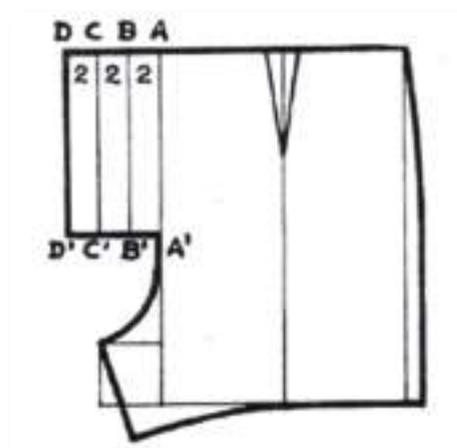

Figura 3
2. Com lábios inteiriços, este tipo é muito mais fácil e rápido de fazer. Só pode ser usado em tecidos finos, daí a sua indicação pra calças de pijama e calções em tecidos leves. Como o nome dá a entender, os lábios da berguilha são obtidos por meio de pregas feitas no próprio molde. Para isso acrescente na frente da calça (Figura 3) três profundidades de prega, **A B**, **B C** e **C D**, cada uma com 2 cm de largura e uma altura descer até ao ponto em que o traçado do gancho deixe de ser reto e comece a curvar como mostra a (Figura 3).